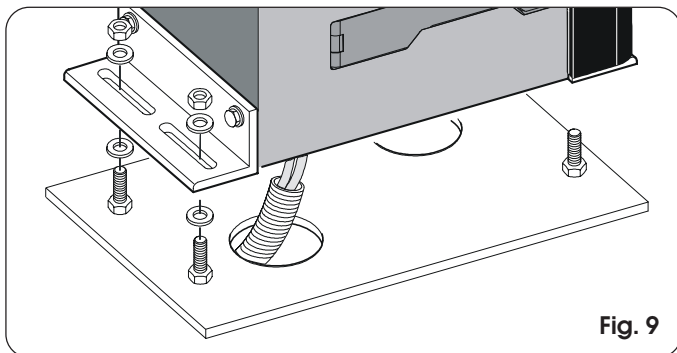

Fig. 9
- 3) Placer l'opérateur sur la plaque en utilisant les rondelles et les écrous fournis, d'après la Fig. 9.